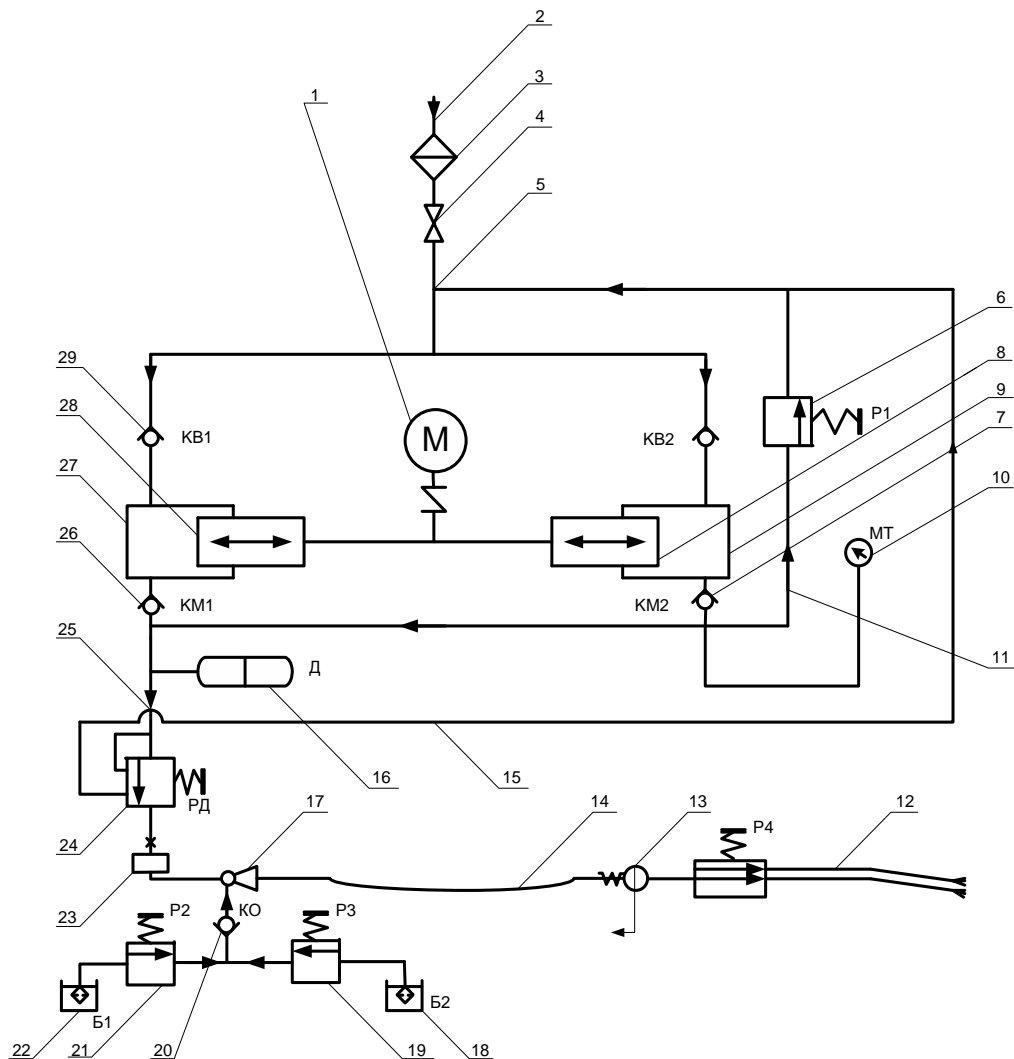

Рисунок 4 – Схема гидравлическая принципиальная:
Вода поступает от водопроводной сети (рис. 4, поз. 2) под давлением к насосу. Переключателем на панели приборов устанавливается необходимый режим работы: ручной или автоматический. Другим переключателем включается двигатель (1) привода насоса. Вал насоса за счет эксцентриситета перемещает поочередно плунжеры (8, 28) в крайние положения, а пружины возвращают их, обеспечивая возвратно-поступательное движение плунжеров. При движении плунжеров к центру вала в цилиндрах (9, 27) создается разрежение, всасывающие клапаны (7, 29) открываются и вода поступает в цилиндры. При обратном ходе плунжеров всасывающие клапаны закрываются и вода через открывающиеся нагнетательные клапаны (11, 26) поступает в трубопровод высокого давления (25).